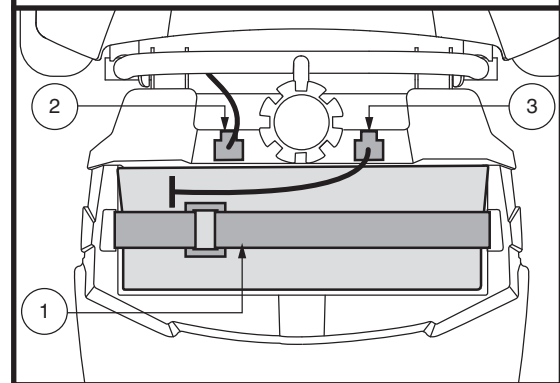

Figure 25. Sangle de fixation de la batterie
1. Débranchez les câbles de la batterie et retirez l'emballage de la batterie du Travel scooter. Voir la figure 25.
12. Réinstallez le module dans son puits sur le scooter et refermez le verrou. **Voir la figure 25.**
2. Débranchez les câbles d'alimentation de la batterie et les sangles de fixation puis retirez la batterie du Travel Scooter. **Voir la figure 25.**